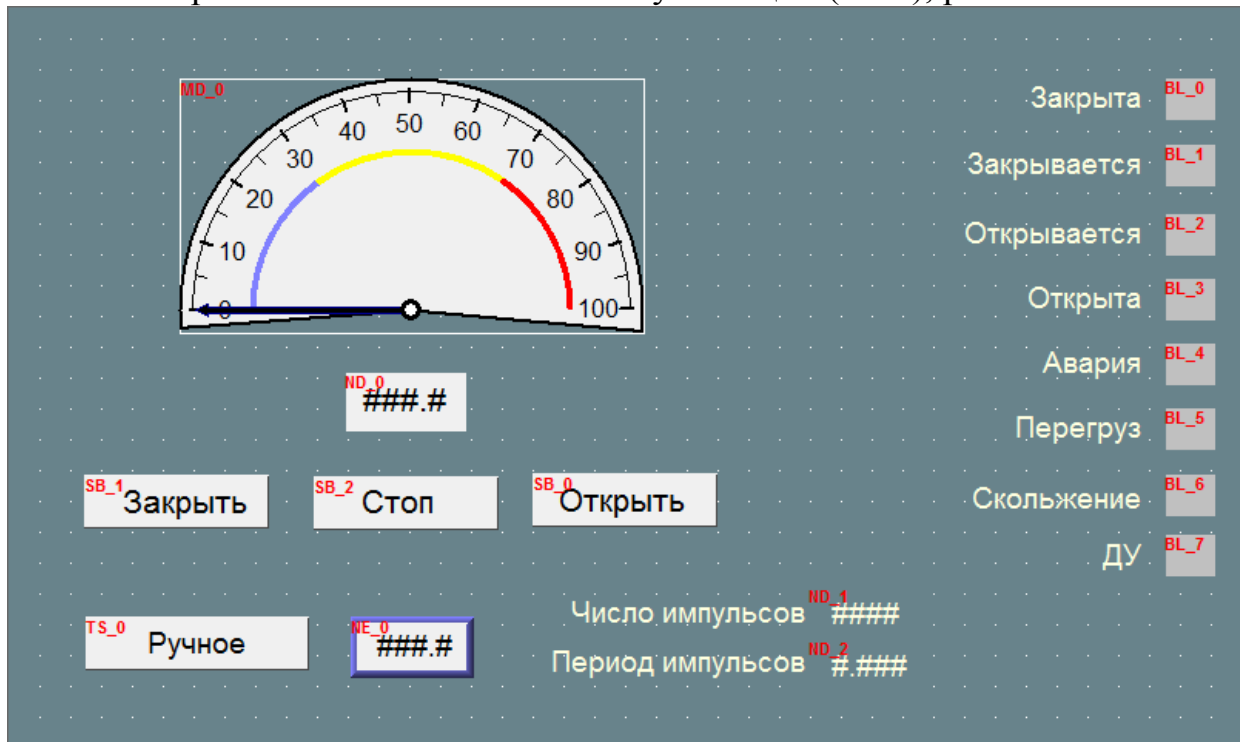

Рис.8. Экран визуализации
3. Разработайте основное окно визуализации (№10), рис. 8.
1) «Индикатор» (на рис. 8 – MD0). Адрес чтения: Local HMI, LW0. В эту переменную программа-макрос, которая будет написана позже, будет записывать положение задвижки в формате целого числа от 0 до 100;
8) Снабдите окно необходимыми поясняющими надписями (объектами «Текст»), см. рис.8.